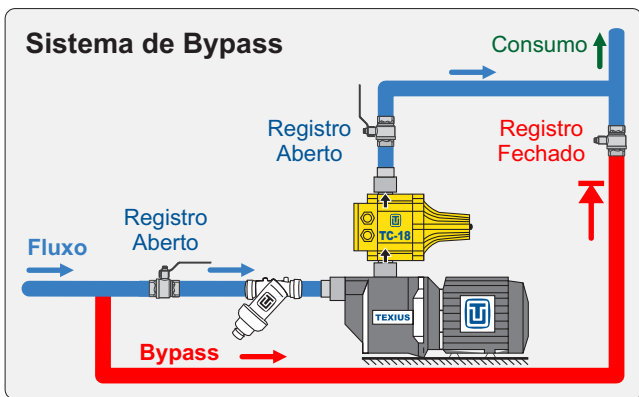

Figura 3 - Instalação em sistema de *Bypass*
6.14 Instalar o pressurizador em sistema de *bypass* conforme mostrado na figura 3. Os registros localizados na sucção e recalque da bomba devem ficar sempre abertos e o registro do *bypass* deve ficar sempre fechado. Se essas condições não forem atendidas, o pressurizador não irá desligar, pois a água ficará recirculando pelo *bypass*.